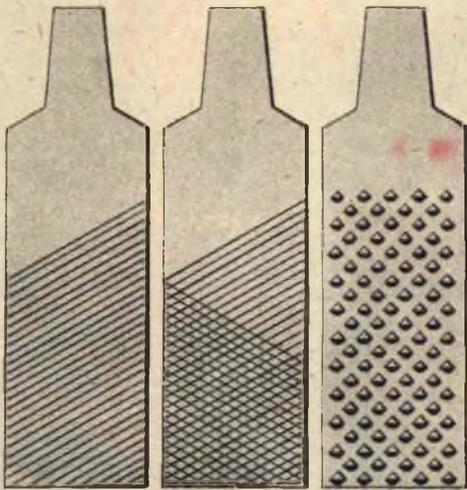

Fig. 1
*Fig. 1 - Il taglio e la disposizione dei denti costituiscono una caratteristica fondamentale della lima; per ogni genere di lavoro, infatti, e per ogni tipo di materiale occorre un particolare tipo di taglio. In figura sono rappresentate: la lima a taglio unico, impiegata nei lavori di sgrossatura, la lima a doppio taglio più adatta per la levigazione dei metalli e la raspa, impiegata nella lavorazione dei materiali teneri.*